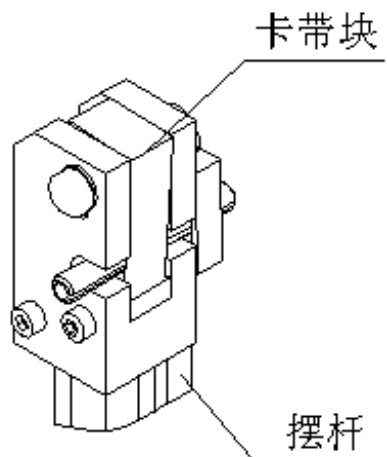
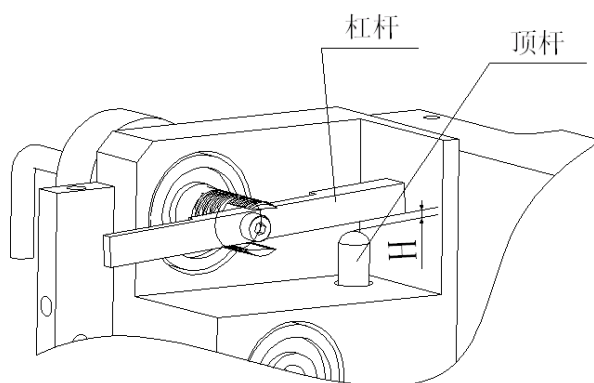
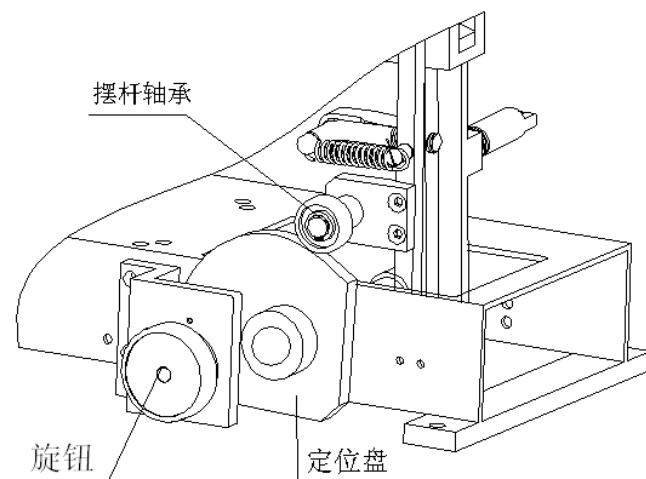

图 4-6
图 4-7
图 4-9
##### d.卡带块(图 4-6) 在卡带块两侧及内孔涂油
1mm 的打包带穿过如图所示的两个输带轮后，顶杆与杠杆间的间隙  $H$  为 0.3mm(见图 4-7)。
捆紧力的调整见图 4-9。调整捆紧力的旋钮一般情况下被卡住不能转动。调整捆紧力时，首先将旋钮用力推到底。这时就可以自由转动旋钮。
d.带头劈裂：捆紧力太大是造成带头劈裂的原因，可适当调小捆紧力（见图 4-9）；
- b. 顶杆位置太高：在非退带情况下，顶杆与杠杆间应保留 0.3mm 的间隙（见图 4-7）。若因为调整不当，顶杆始终顶在杠杆上，且顶力较大，则易引起送带不到位现象。
- d. 带头劈裂：带头劈裂后在带道内运行不畅容易导致送带不到位，产生劈裂的原因是捆紧力调得太大。因此只需适当调整捆紧力即可消除送带不到位的情况（见图 4-9）。
h. 捆不紧（见图 4-6 及图 4-9）：①.捆紧调节装置处于较松位置；
②.卡带块磨损太大；
③.卡带块的齿槽间塞满带屑；
④.拔杆拉簧断裂；
⑤.摆杆推动轴承破裂；
⑥.扭簧断裂。
i. 拉大圈：①.退带时间不够；
②.退带力量太大或太小，应检查退带顶杆与杠杆的间隙（见图 4-7）；
③.框架阻力太大；
④.电机皮带太松。
①.电源线插头与电线插座是否接触良好；
②.空气开关是否处于开启状态。